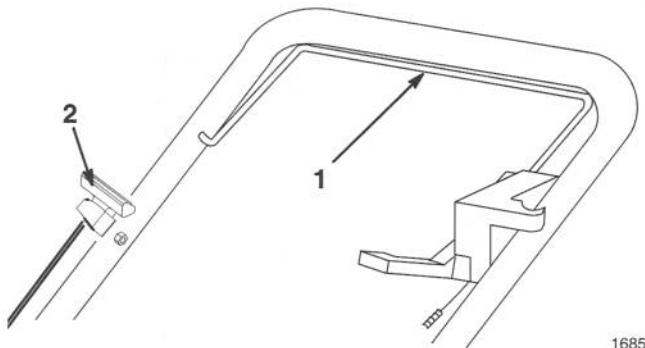

Figure 8
- Serrer la barre de commande contre le guidon (Fig. 8).
- Tirer légèrement sur la poignée du démarreur (Fig. 8) jusqu'à ce qu'une résistance se fasse sentir, puis, tirer un coup sec. Laisser le cordon se rétracter lentement.